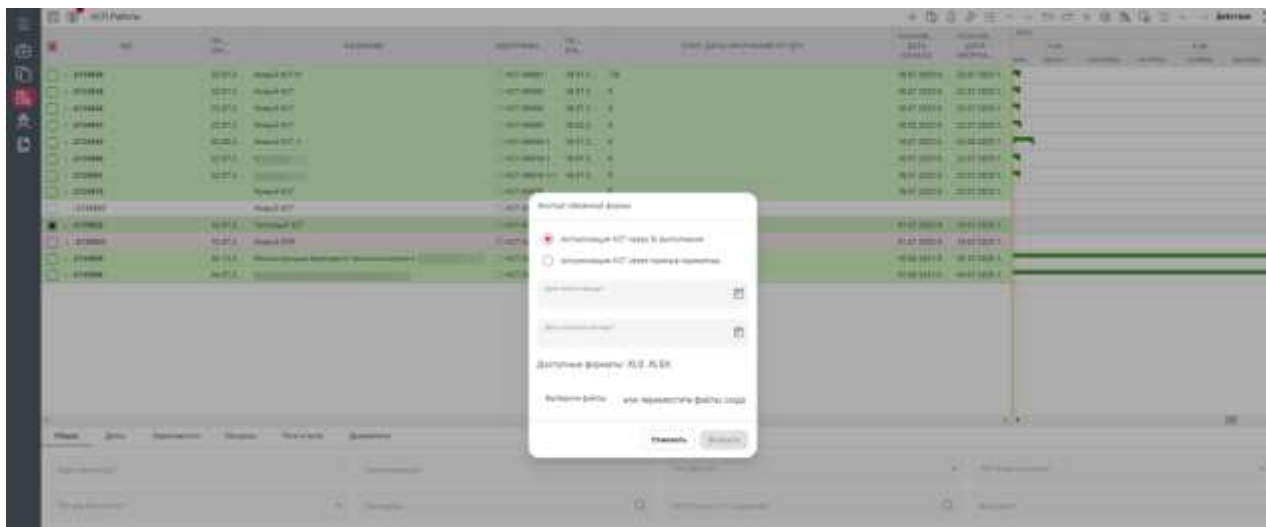

Рисунок 139 – Раздел «Работы», Действия – Импорт обменной формы в Excel
6.1 Нажать в меню «Действие» (в разделе Работы или Ресурсы), далее - «Импорт обменной формы в Excel» (Рисунок 139).